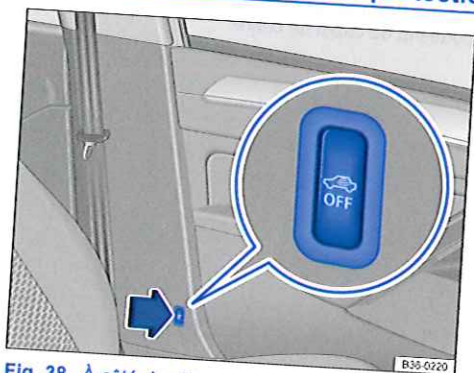

Fig. 38 À côté du siège du conducteur : touche de désactivation de la protection volumétrique et de la protection antisoulèvement.
Pour pouvoir procéder à la désactivation, l'éclairage d'orientation intégré à la touche doit être allumé $\Rightarrow$ fig. 38. Pour activer l'éclairage d'orientation, coupez le contact d'allumage et ouvrez la porte du conducteur.
- Appuyez sur la touche $\Rightarrow$ fig. 38. Un témoin de contrôle jaune reste allumé dans la touche jusqu'à ce que le véhicule soit verrouillé.